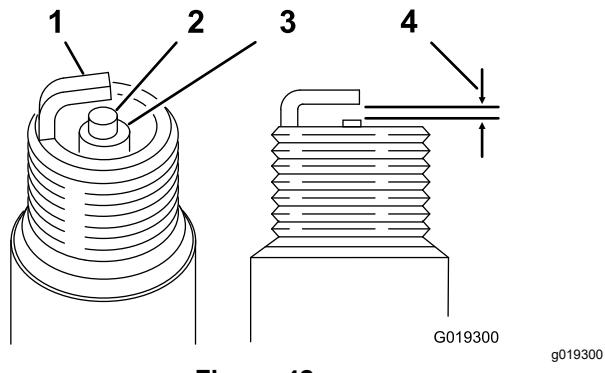

Figura 42
5. En cada bujía, ajuste la distancia entre el electrodo central y el electrodo lateral a 0,76 mm; consulte Figura 42. Tras ajustar correctamente los electrodos, instale las bujías con la junta correspondiente y apriételas a 22 N·m.